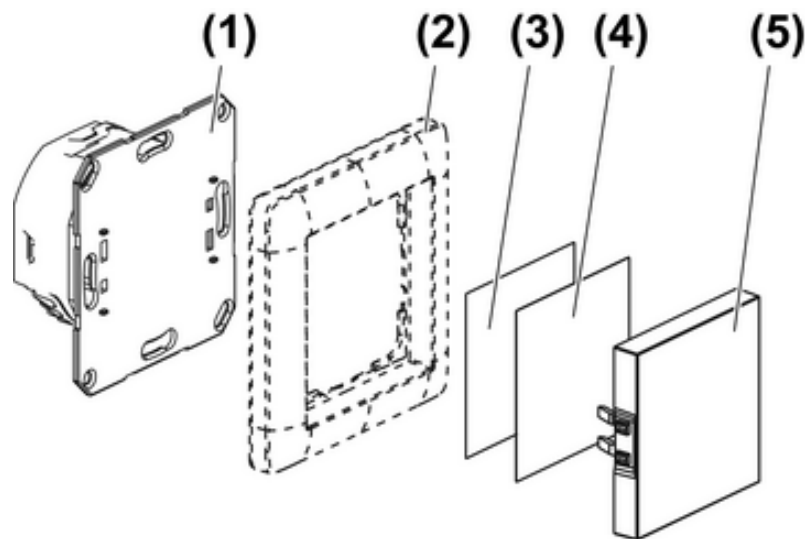
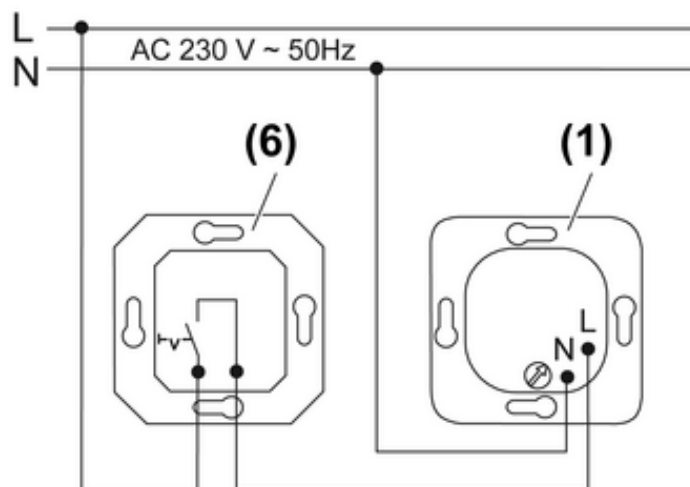

Bild 1
Bild 2: Anschlussbeispiel
(Bild 1)
- (1) Unterputz-Einsatz, Leuchte
(6) Installationsschalter
- Leuchte gemäß Anschlussbeispiel (Bild 2) anschließen.
- Unterputz-Einsatz (1) in Gerätedose montieren. Die Anschlussklemmen müssen unten liegen.
- Leuchte komplettieren (Bild 1).